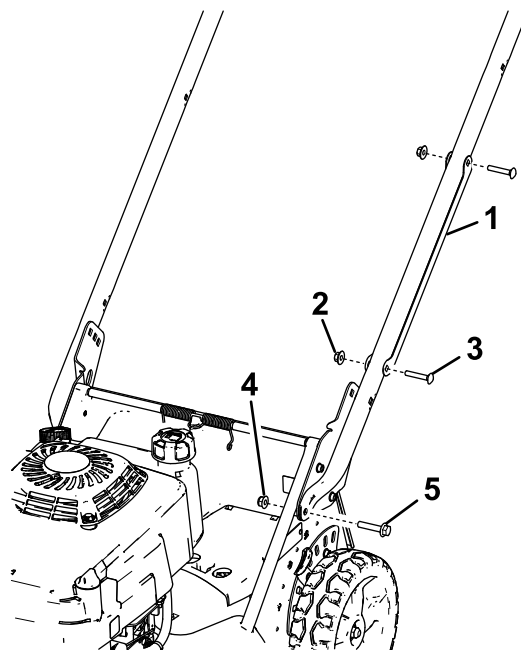

Figura 3
1. Îndepărtați apărătoarea cablului de la mâner (Figura 3) prin îndepărtarea celor 2 uruburi de fixare și a celor 2 contrapiuliile care fixează apărătoarea cablului pe mâner.
hexagonal (5/16 x 1½") i 2 piulițele cu guler (5/16") aa cum este indicat în **Figura 3**.
1. urub de fixare – 5/16 x 1½" (2)
2. Suport mâner (2)
3. Piuliță cu guler – 5/16" (2)
7. Poziionai apărătoarea cablului pe mâner **cu cablul (cablurile) în interiorul apărătorii** i fixai apărătoarea pe mâner cu cele 2 uruburi de fixare i cele 2 contrapiulie pe care le-ai îndepărtat anterior (**Figura 3**).